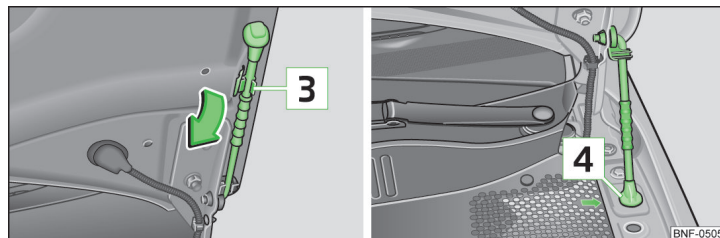

Fig. 98 Sikring af motorhjelms
- Tag holderen til motorhjelmen ud af holderen 3 i pilens retning » Fig. 98.